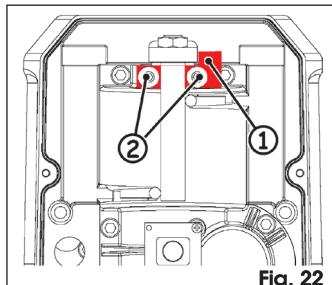

Fig. 22
- Repositionner la plaquette dès qu'elle est tournée de 180° par rapport à sa position d'origine, Fig. 22 réf. ①.
- Fixer le tout avec les deux vis Fig. 22 réf. ②.